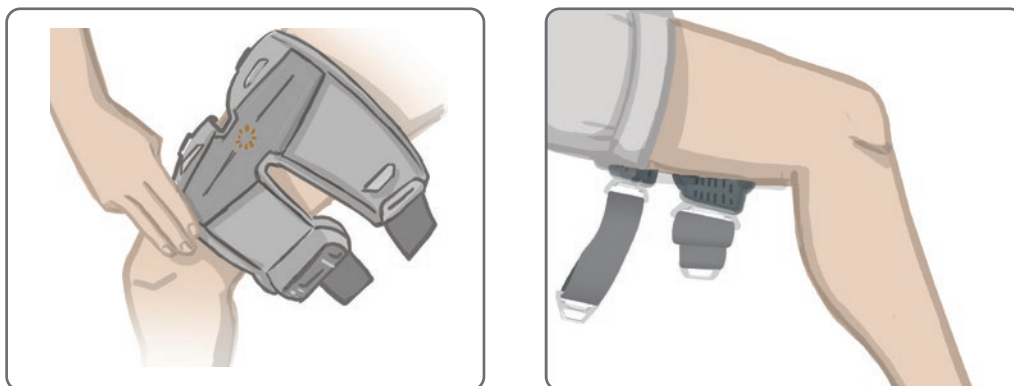

Bild 8-17: Korrekt position för lårmanschettens lokalisering
- Placera lokaliseringen för lårmanschetten (en taktill fingermarkering) på lårets mittlinje, cirka tre fingerbredder ovanför knäskålen om quadriceps stimuleras eller från knävecket om hamstringsmusklerna stimuleras. Se bild 8-17.